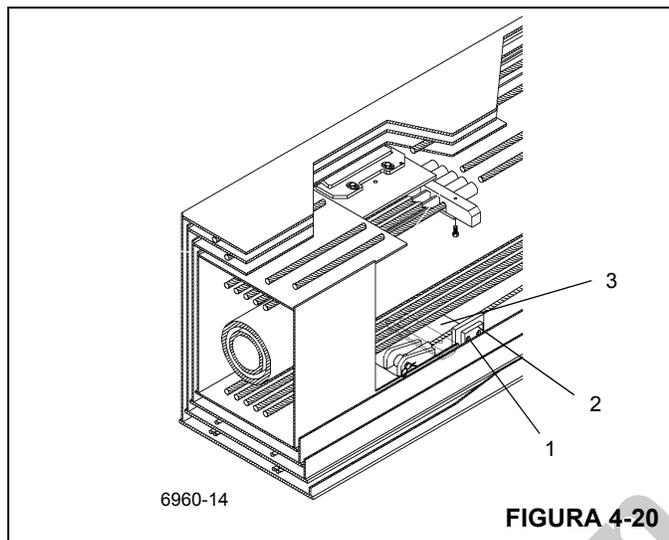

FIGURA 4-20
8. Se necessário, remova os parafusos (1) que fixam cada placa de desgaste lateral traseira inferior (2) na seção volante (3) (Figura 4-20). Remova os calços e as placas